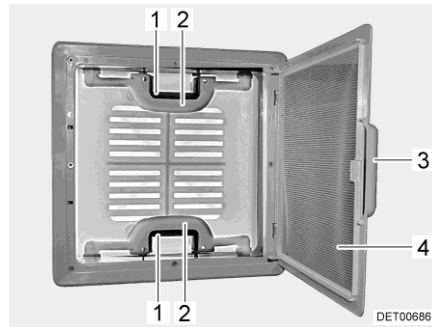

Fig. 26 Oblò a scatto
- Tirare la maniglia (Fig. 26,3).
- Ribaltare la protezione contro gli insetti (Fig. 26,4) verso il basso.
- Premere la chiusura a scatto (Fig. 26,1) verso l'interno dell'oblò. Premere contemporaneamente verso l'alto l'oblò con la maniglia (Fig. 26,2).
- Spingere la protezione contro gli insetti (Fig. 26,4) verso l'alto finché non si innesta.
- Tirare con forza verso il basso le due maniglie (Fig. 26,2) dell'oblò, fino a quando non scattano entrambe le chiusure (Fig. 26,1).